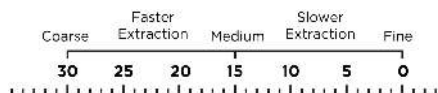
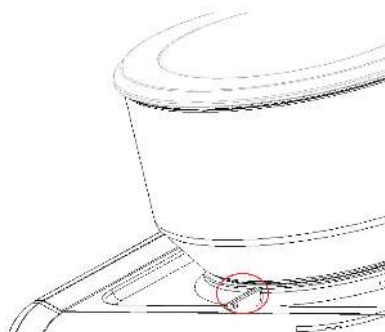

Abb. 3:
Abb. 4:
2. Der Bohnenbehälter hat Markierungen, die die Kaffeedicke anzeigen (siehe Abb. 3). Um die Mahlgrenze anzupassen, stellen Sie sicher, dass die gewünschte Einstellung auf dem Bohnenbehälter mit der Markierung auf dem oberen Deckel (wie in Abb. 4 gezeigt) ausgerichtet ist.